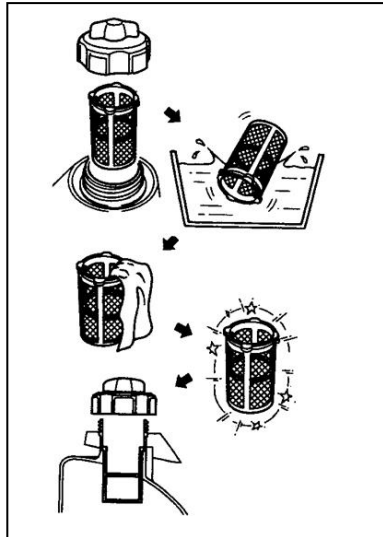

Fig.34
5) LIMPIEZA DEL FILTRO DEL DEPÓSITO DE CARBURANTE (Fig.34)